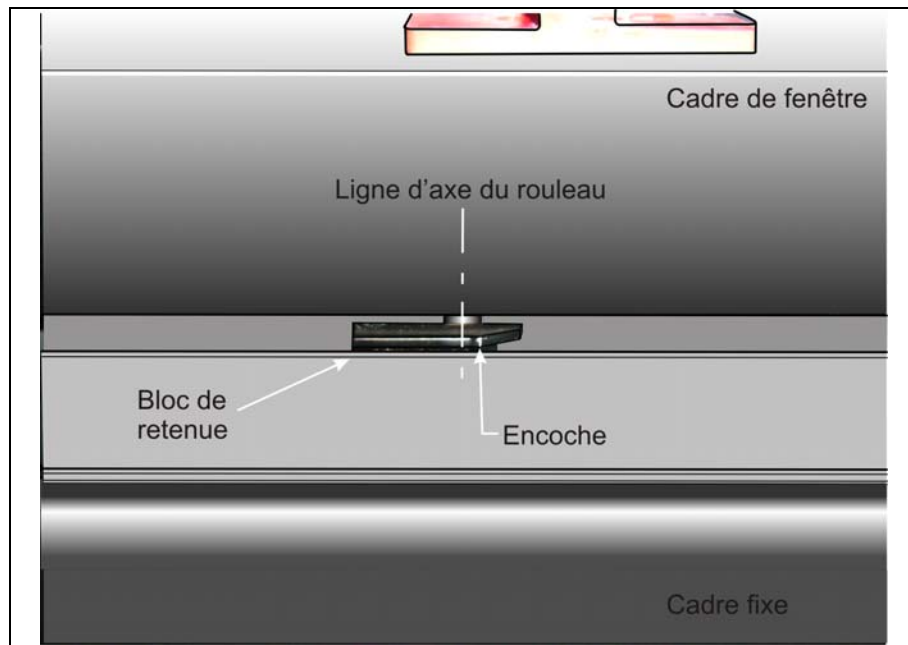

FIGURE 4
9. De l'intérieur du véhicule, tout en gardant la fenêtre ouverte, déplacer le verrou horizontal à l'extrême gauche afin de vérifier si le rouleau pourra s'engager suffisamment dans le bloc de retenue (voir la figure 4). On considère que le rouleau sera suffisamment engagé si l'axe du rouleau dépasse l'encoche du bloc de retenue. Faire cette vérification aux deux blocs de retenue. Si cette condition n'est pas respectée, diminuer le jeu de l'étape 7 puis vérifier à nouveau selon l'étape 9.